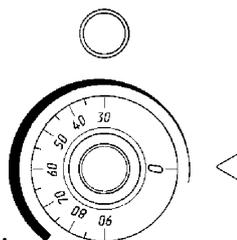

Рис. 9. Схема поворота ручки терморегулятора.
- включить мармит 2-х блюд в работу, повернув ручку терморегулятора ТЭНов по часовой стрелке из положения «0» в положение лимба ручки, соответствующее требуемой температуре (рис. 9).